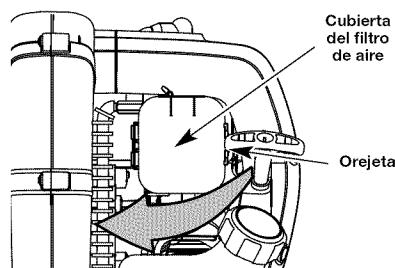

Fig. 15
- Para abrir la tapa del filtro de aire, empuje la lengüeta de cierre en el lado derecho de la cubierta hacia el interior, a continuación, tire del tapa del filtro de aire hacia fuera y hacia la izquierda (Fig. 15).